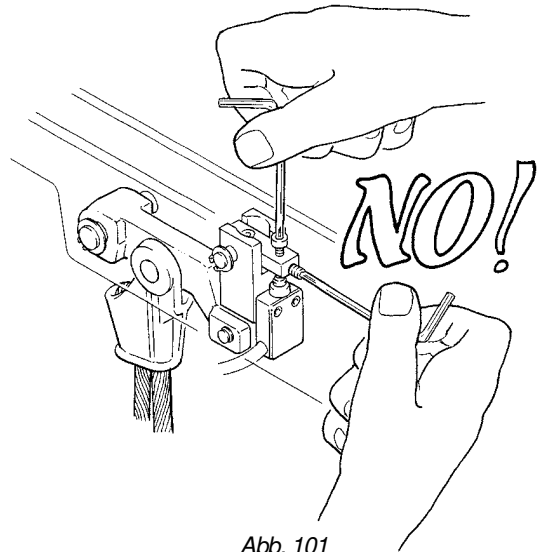

Abb. 101
- Bei der Überlastsicherung handelt es sich um eine Sicherheitsvorrichtung zur **Vermeidung von Überlasten**, weshalb die voreingestellten Eichwerte **NICHT VERÄNDERT WERDEN DÜRFEN** (Abb. 101).